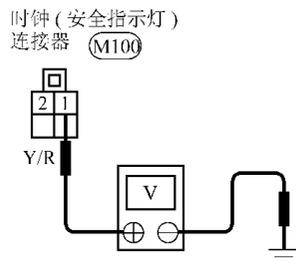

图 3-10 测量电压
①安装 10A 熔丝。
②使用 CONSULT- II 执行初始化。
③关闭点火开关。
④起动发动机, 然后关闭点火开关。
⑤检查安全指示灯的点亮情况, 安全指示灯应该点亮。
①断开安全指示灯连接器。
②如图 3-10 所示, 测量安全指示灯连接器端子 1 与搭铁之间的电压, 应为蓄电池电压。否则检查熔丝与安全指示灯之间的线束是否断路或短路。